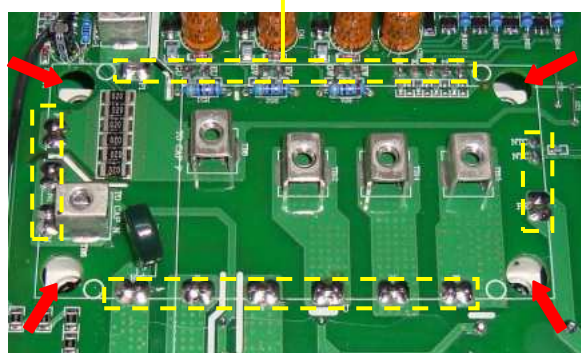

Рис. 7.9
7.4.7. Окончательно затянуть четыре винта крепления матрицы IGBT к радиатору через отверстия в плате драйверов (рис. 7.9, красные стрелки).
7.4.8. Произвести пайку выводов матрицы IGBT. Зоны пайки указаны на рис. 7.9.